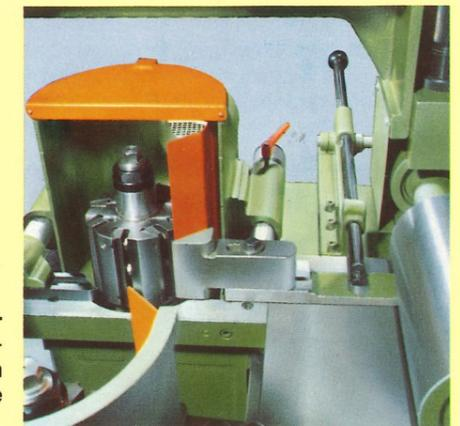

Abb. 14
Die Basismaschine (Grundmodell A + D) ist durch den Anbau von **zwei Vertikalwellen (FR + FL)** erweitert. Diese beiden Arbeitswellen sind gegenüberliegend angeordnet und sind jeweils **einzel**n sowie **gemeinsam** über die **gesamte Arbeitsbreite der Maschine verstellbar**. Das rechtsseitige Anschlaglineal ist mit der Spanabzugshaube verbunden und wird über **Zahnstangen parallel mitverstellt**. (Abb. 14 und 15) Ein gefederter Druckschuh an der linken Spanabzugshaube gewährleistet einen ausreichenden Seitendruck gegen den Anschlag. Die Spanabzugshauben haben eine leicht abnehmbare Abdeckung, um einen raschen Werkzeugwechsel zu ermöglichen. Die gefederten Oberdruckrollen sind an einer Traverse mit dem Maschinenoberteil verbunden und sind somit immer auf Fertigmaßstärke eingestellt. Die Vertikalwellen haben Spindeln mit $\varnothing 40$ mm ($\varnothing 50$ mm auf Wunsch) und eine serienmäßige Aufspannhöhe von 200 mm. Es können Werkzeuge von $\varnothing 140$ mm bis $\varnothing 200$ mm aufgesetzt werden.
Abb. 14 und 15 zeigen das rechtsseitige, **parallel verstellbare** Anschlaglineal. Der Anschlag ist durch ein Zahnstangensystem am Einlauf und am Auslauf mit der Vertikalwelle (FR) verbunden.